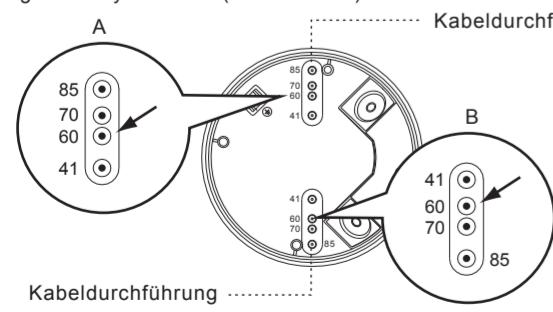

Abb. 13-A
4.4.3.1 Für unterschiedliche Montagearten gibt es 4 Paare von vorgestanzten Kabeldurchführungslöchern mit verschiedenen Größen von 41 mm bis 85 mm (s. Abb. 13-A). Wählen Sie für den gewünschten Montageabstand auf beiden Seiten das gleiche Symbol aus (s. Abb. 13-B).